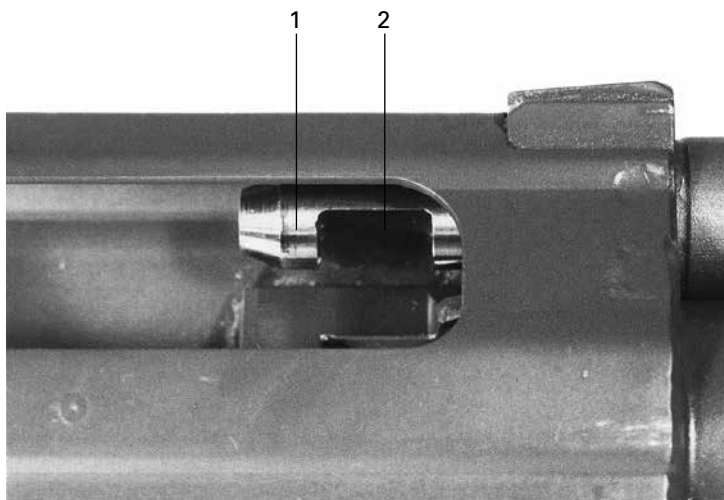

Figure 22: Montage du piston: position de l'encoche d'arrêt
1. la forure de la tête du piston soit orientée vers le canon; l'encoche d'arrêt prend ainsi la bonne position (figure 22);